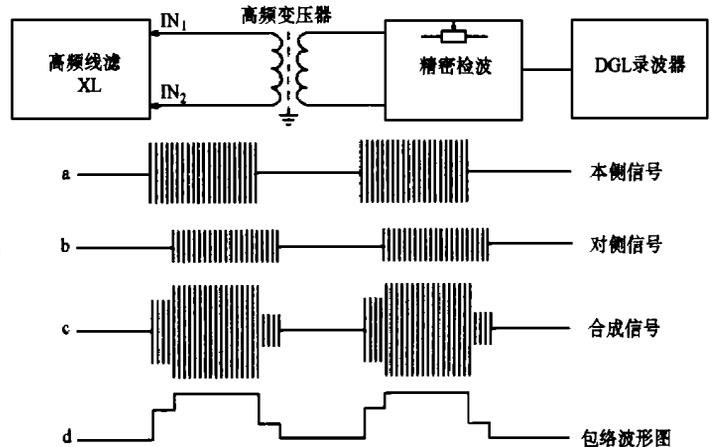

图 3 高频变换器原理及波形图
3.2 实现高频信号录取的方法是在DGL-11型微机录波装置中加装了HF-1型高频变换器。其作用是进行电平变换,将录波装置内外电路进行隔离,提高抗干扰水平。即将高频变换器一次侧接高频收发讯机线滤(XL)输出端,因为高频信号一般在40kHz~400kHz范围内,通过高频变换器相应变化,精密检波后得到的是高频信号的包络波形,如图3所示。在零电平之上较低的电平表示对侧高频信号未与本侧信